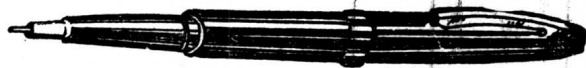

图2-10 绘图笔
2. 绘图笔 绘图笔是专门用来绘制墨线的。绘图笔的笔尖是一支细针管，所以又叫针管笔，如图2-10所示。它和普通自来水笔一样吸贮墨水，一次吸墨后可连续绘图。绘图笔的针管笔尖有多种规格，可视线型粗细选用。绘制建筑图样一般备有粗、中、细三种绘图笔就够用了。